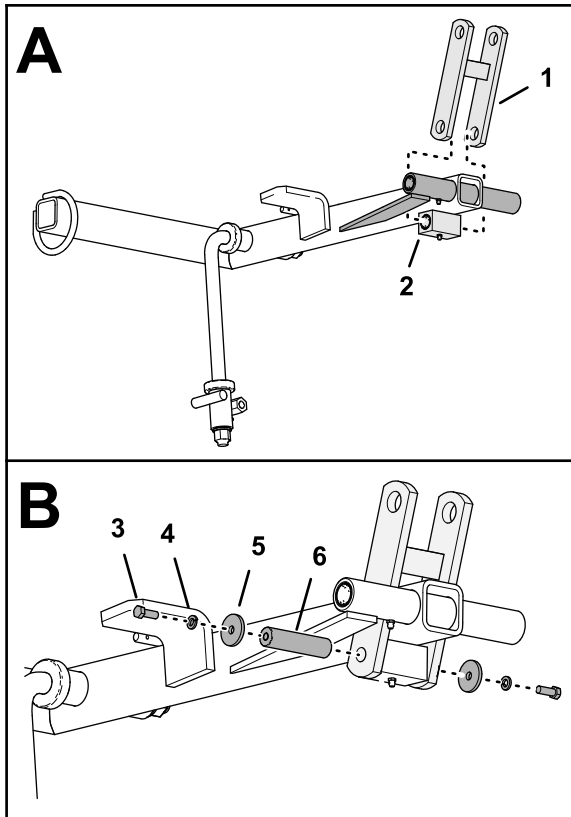

Figura 12
1. Alinee los orificios de la biela con el orificio de la carcasa del alojamiento del brazo de elevación, como se muestra en la Figura 12.
2. Introduzca el eje de 25 mm x 102 mm (1" x 4") por los orificios de la biela y del alojamiento del casquillo (Figura 12).
3. Sujete el eje a la biela (Figura 12) con 2 tornillos ($\frac{3}{8}$ " x 1"), 2 arandelas de freno ($\frac{3}{8}$ ") y 2 arandelas ($\frac{3}{8}$ " x $1\frac{5}{8}$ ").